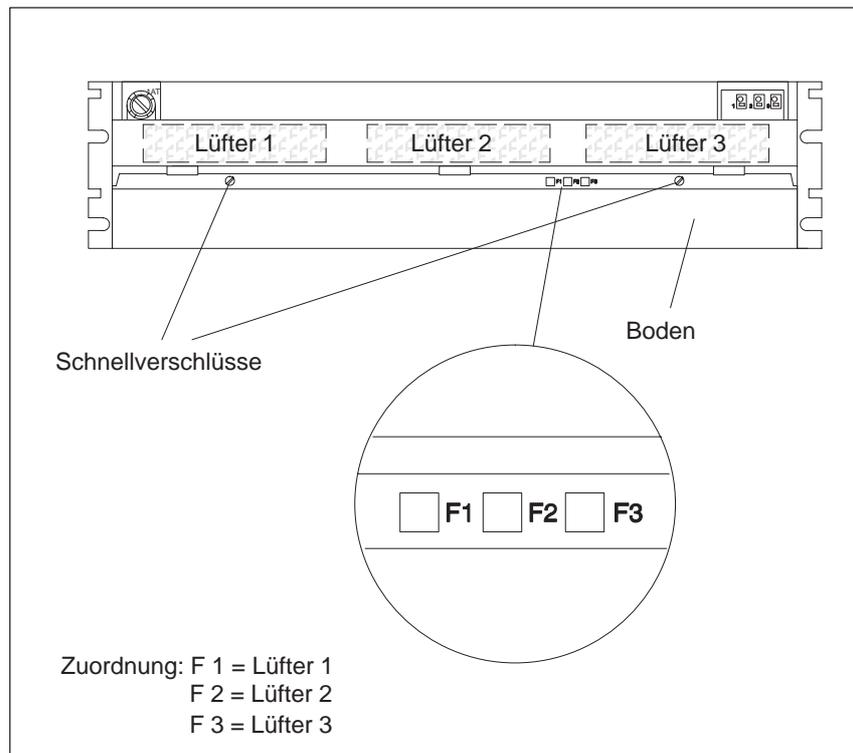

Bild 4-10 LEDs der Lüfterzeile
1. Öffnen Sie mit einem Schraubendreher durch eine Vierteldrehung im Gegenuhrzeigersinn die zwei Schnellverschlüsse an der Frontseite der Lüfterzeile (Bild 4-10).